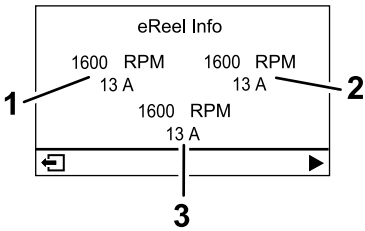

图 19
- eReel 马达屏幕图 19显示每个滚刀组马达的速度和电流。